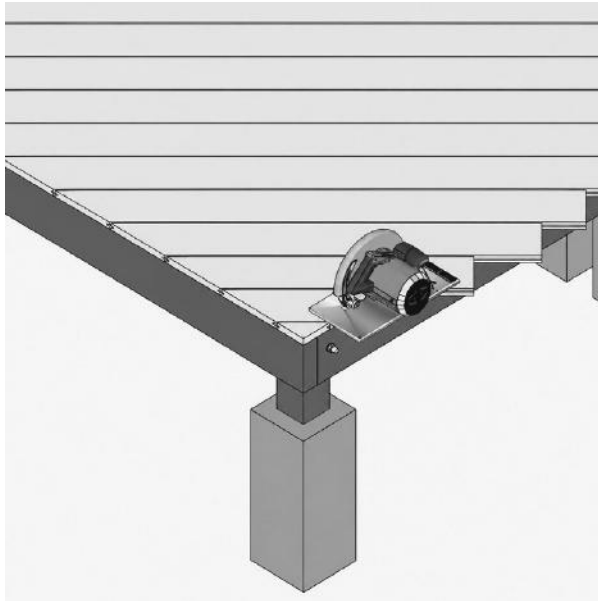

FIG. 13 – OVERSTEK VAN DE TERRASPLANK AFGEZAAGD MET EEN CIRKELZAAG
- 01 Zodra alle planken zijn vastgezet, zaagt u het overstek van de terrasplanken af met een cirkelzaag (fig. 13). Werk het terras af volgens de secties boeiboord, hoekprofiel of randplank.